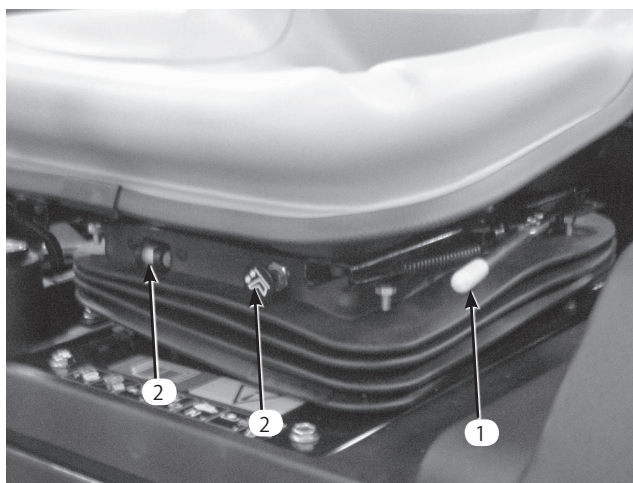

図28
- 前後調整レバー (図28) : 座席の下左側にあります。
- 体重調整ノブ (図28) : オペレータの体重に合わせて調整します。
- 体重ゲージ (図28) : 調整が体重にあっているかどうかを表示します。